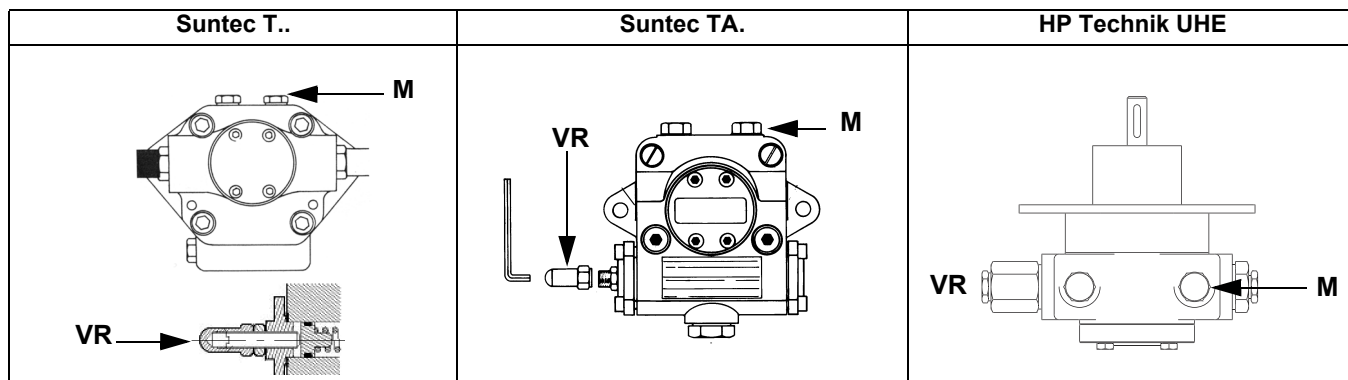
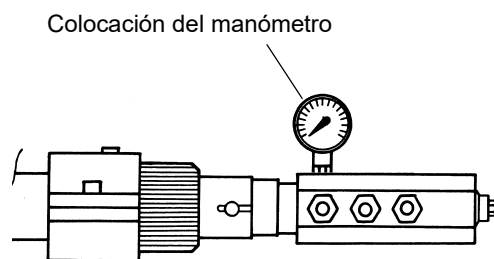

Fig. 12
Fig. 13
- 3 purgar el aire de la conexión (**M**) manómetro de la bomba (Fig. 12), aflojando levemente el tapón, sin quitarlo; luego soltar el contactor;
- 5 La presión de alimentación de la boquilla ya es previamente calibrada en fábrica y no debe ser modificada. Sólo si fuera necesario, regular la presión de alimentación (véase apartado correspondiente) de la siguiente manera: colocar un manómetro en la posición indicada en Fig. 13 intervenir en el tornillo de regulación **VR** de la bomba (véase Fig. 12) hasta obtener una presión en la boquilla igual a 20 bar (boquillas Monarch o boquillas Bergonzo – véanse gráficos en pag. 42-34)